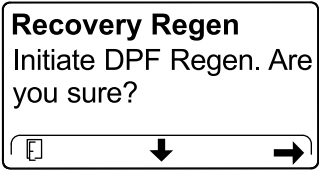

Figura 54
- En la pantalla INITIATE DPF REGEN (Iniciar regeneración de DPF), pulse el botón derecho para continuar (Figura 54).